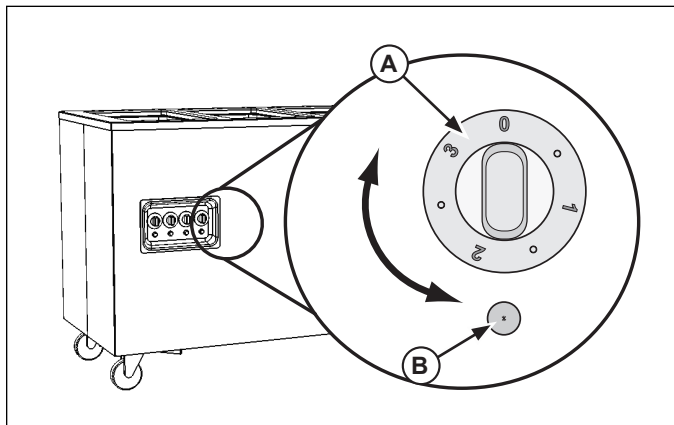

Figure 4. Commandes de station pour aliments chauds Standard
- (A) CADRAN DU THERMOSTAT.** Permet de régler la température du bac. Plus le nombre est élevé, plus la température est haute, et inversement. À la position 0, l'appareil est arrêté.
- (B) VOYANT MARCHÉ.** S'allume quand le compartiment est en mode Chauffe.
4. Préchauffez l'eau dans les compartiments en les couvrant avec des bacs à aliments vides ou des couvercles. Tournez le thermostat (A) au réglage maximum. Voir la figure 4. Préchauffez pendant 60 minutes.